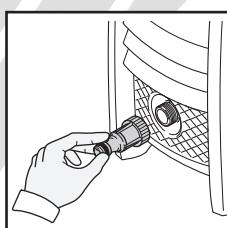
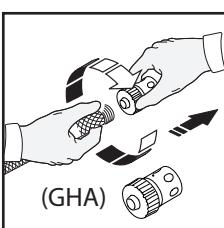
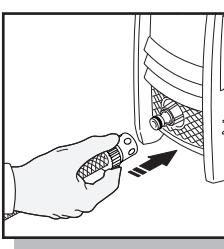

Fig. 11
Fig. 12
Fig. 13
- Primero, quite el plástico que envía cobertura en la cala de agua en la frente de la arandela del poder. Conecte el adaptador plástico claro enroscandolo en la cala de agua (Fig. 11). Entregue apretado es fino. Próximo tornillo en la fijación azul/negro de cuello a su manguera (Fig. 12). Deslice el cuello azul/negro en el adaptador claro (Fig. 13), "hará clic en" en el lugar. El agua ahora es conectada a su arandela del poder.